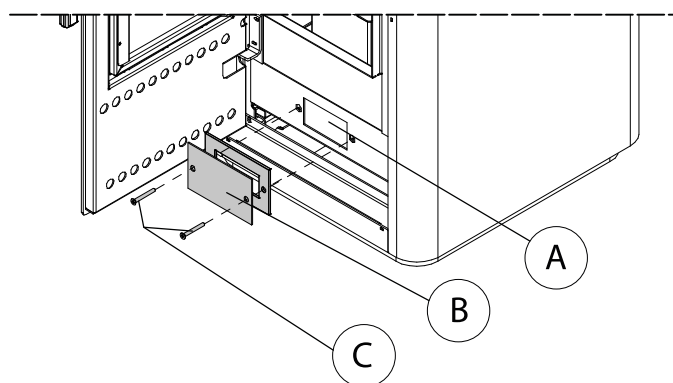

Abb. 6.1.2
Für einen einfachen Zugang zum Ventilator (A) einfach die Kappe (B) mit der entsprechenden Dichtung mit den beiden Schrauben (C) entfernen. (Abb. 6.1.2). dieses handbuch und die anderen unterlagen dieses ofens vernichtet werden.